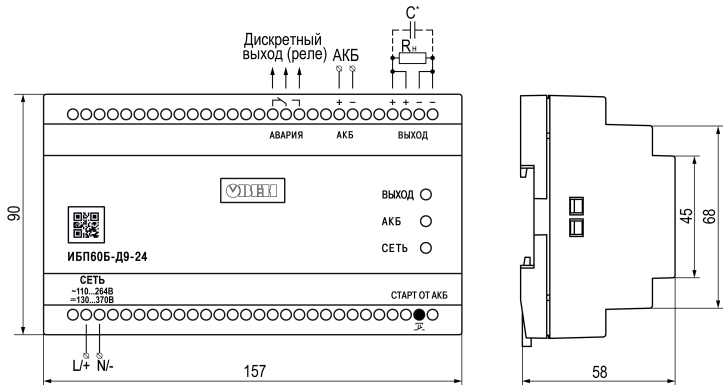

Рисунок 1 – Габаритные размеры и подключение прибора
- Убедиться в наличии свободного пространства для подключения прибора и прокладки проводов (см. *рисунок 1*). Подготовить место на DIN-рейке.